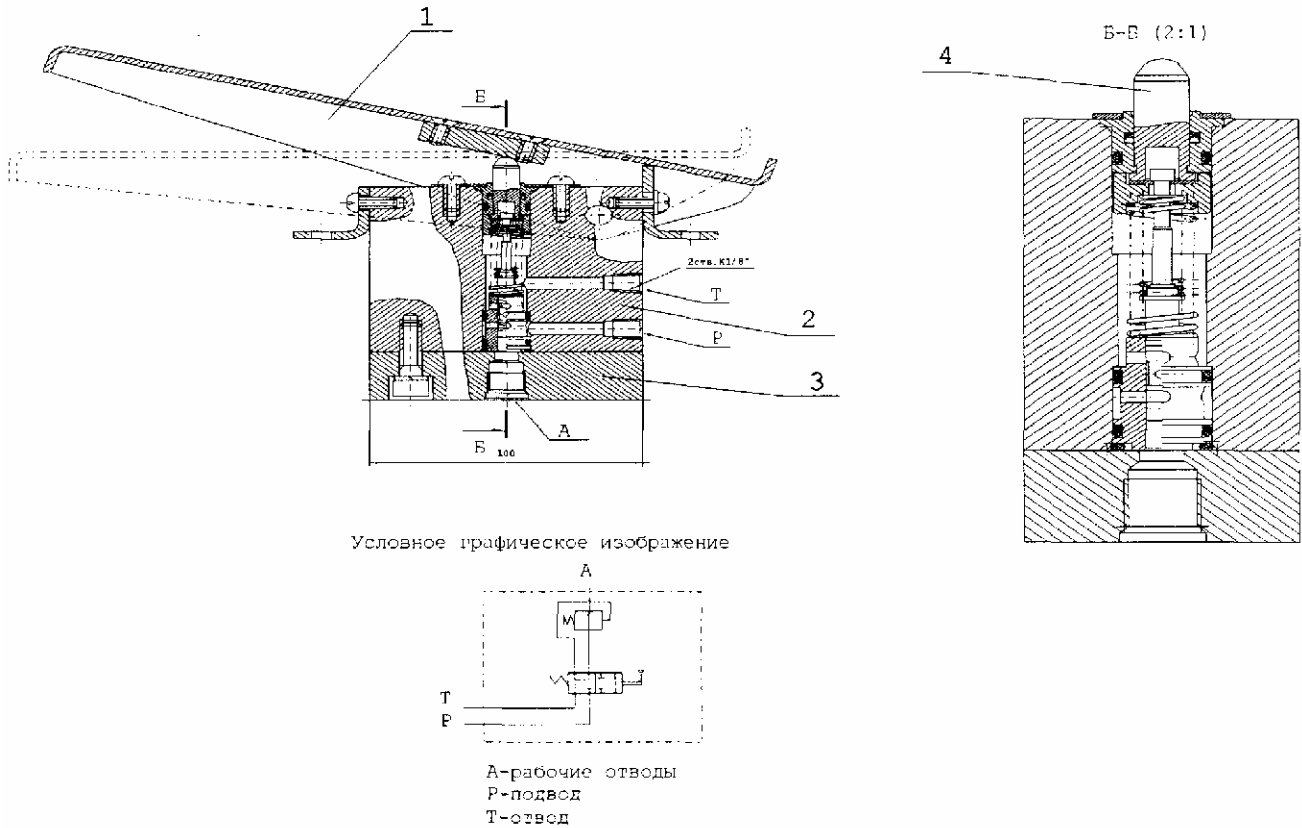

Рис. 62 Блок управления педальный
4) блок управления IV (рис. 62) - педальный однозолотниковый.